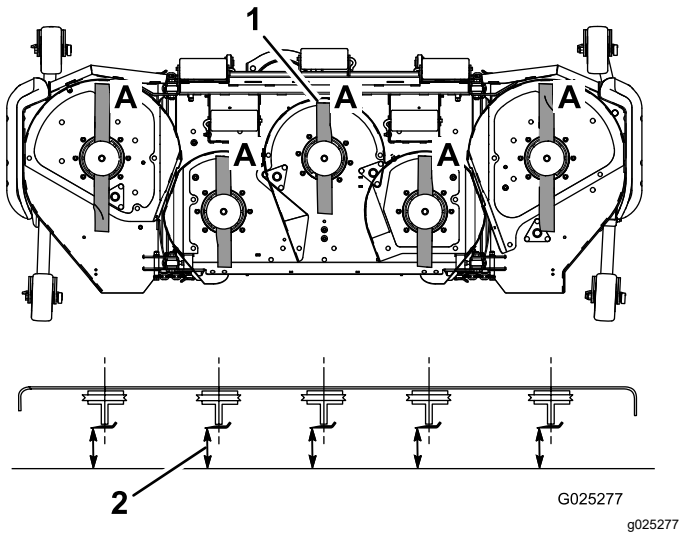

Bild 25
3. Drehen Sie die Schnittmesser, bis die Enden nach vorne und hinten gerichtet sind (Bild 25).
4. Messen Sie von einer ebenen Fläche bis zur Schneidkante (Position A) der Messer (Bild 25). Notieren Sie diesen Wert.